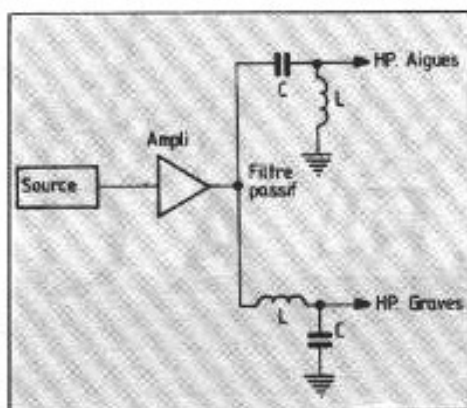

Fig. 1 : Exemple de filtrage « 2 voies » en passif.
- le **filtrage passif** : Monoamplification filtrage par self et capa après l'amplification (Figure 1).
L'écoute comparative des systèmes présentés sur les figures 1, 3 et 4 :
• **L'écoute en mono-amplification** du système présenté sur la figure 1 s'est faite soit avec le 300 B soit avec le 50 W ; on a tout simplement retrouvé leurs signatures sonores, avec leurs avantages respectifs dans telle ou telle partie du spectre.